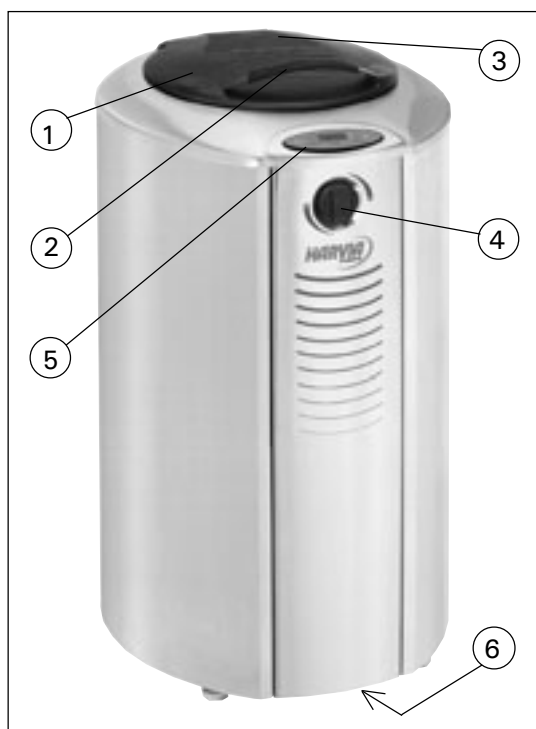
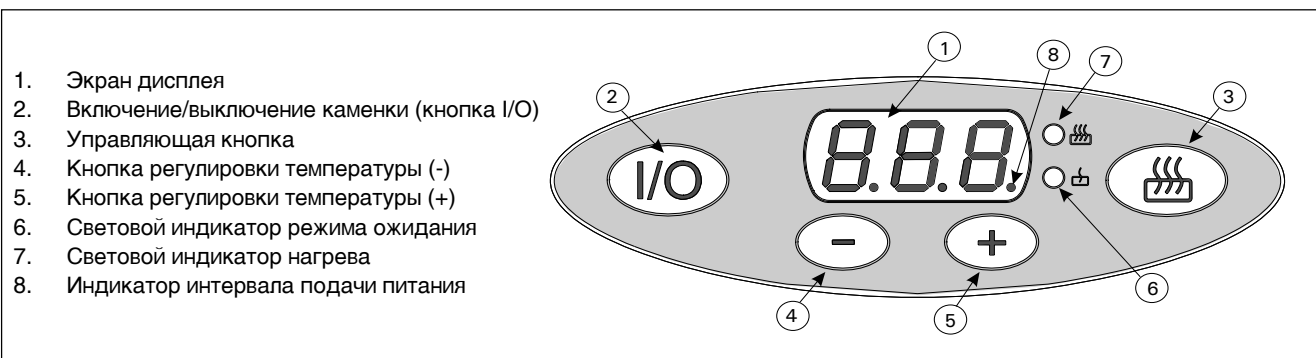

Рис. 1. Детали каменки
Рис. 2. Блоки управления каменкой
Кнопка I/O используется для включения и выключения нагревательных элементов. Чтобы кнопка работала, должен быть включен электрический выключатель (см. рис. 1 и 5). Под кнопкой I/O горит индикатор, указывающий на то, что используется режим ожидания. При включении каменки на дисплее некоторое время показывается заводская настройка «180». Это наименьшая температура, которую можно задать. После этого на дисплее показывается значение от 40 до 60, соответствующее наименьшей температуре в пространстве для камней, которая может отображаться на дисплее. В рабочем диапазоне температур (от 180 до 280) точность показаний дисплея составляет (+/-) 2 °С.
Когда каменка включается на полную мощность (HI) с помощью кнопки управления, температура каменки устанавливается на уровне 300 °С. Это значение температуры нельзя задать с помощью кнопок регулировки температуры 4 и 5 (рис. 2). Если крышка каменки закрыта, когда каменка работает на полную мощность, то заданная температура в пространстве для камней (300 °С) достигается быстрее.
(рис. 1). Большое пространство для камней необходимо прогреть в режиме полной мощности по меньшей мере в течение двух часовых периодов, чтобы гарантировать достаточно высокую температуру в этом пространстве. Когда каменка включается первый раз, и сама каменка, и камни являются источником запаха. Чтобы избавиться от запаха, необходимо хорошо проветрить сауну. Эти действия следует предпринять также при перемещении и добавлении камней в каменку.
Чтобы включить каменку, нажмите кнопку I/O. На дисплее показывается значение от 40 до 60, соответствующее наименьшей температуре в пространстве для камней, которую можно отобразить. Световой индикатор 6 (рис. 2) мигает, указывая на то, что через нагревательные элементы протекает ток, а индикатор 7 (рис. 2) мигает, сообщая о том, что сейчас можно задать температуру. Температуру в пространстве для камней можно задать с помощью кнопки + (5, рис. 2); максимальное значение — 280 градусов по Цельсию. Кнопка «минус» (4, рис. 2) используется для снижения слишком высокой заданной температуры (мин. 180 °C).
можно отслеживать по индикатору интервала подачи питания 8 (рис. 2). См. раздел «Дисплей».
Чтобы включить режим полной мощности, нажмите один раз управляющую кнопку 3 (рис. 2). На дисплее 1 (рис. 2) показывается, что используется состояние HI (= режим полной мощности). Через некоторое время на дисплее появится текущее значение температуры в пространстве для камней. В состоянии HI температура в пространстве для камней растет до заданного значения 300 °С. Режим полной мощности включается только на один час, после чего каменка автоматически переключается в состояние LO: при этом загорается индикатор 6 (рис. 2). После первоначального прогрева необходимо закрыть крышку каменки и заслонку циркуляции воздуха. Если из пространства для камней исходит запах, крышку и заслонку можно оставить открытыми на некоторое время при работе каменки в режиме полной мощности (HI).
Когда крышка каменки 1 (рис. 1) и заслонка циркуляции воздуха 4 (рис. 1) открыты, поток воздуха, проходящий через горячие камни (около 300 градусов по Цельсию) и нагревательные элементы, начинает прогревать помещение. Чтобы компенсировать потери тепловой энергии, полученной камнями в режиме ожидания, за счет охлаждающего эффекта потоков воздуха и воды, выплескиваемой на камни, каменку во время принятия сауны следует перевести в режим полной мощности с помощью кнопки 3 (рис. 2). На дисплее некоторое время будут показываться буквы HI, указывающие на то, что используется режим полной мощности а индикатор 7 горит (рис. 2).
Во время принятия сауны используйте регулятор заслонки циркуляции воздуха 4 (рис. 1) для управления потоком воздуха. Регулятор влияет на положение заслонки, расположенной под пространством для камней. Регулятор следует сначала установить в полностью открытое положение, чтобы температура повышалась быстрее. Если температура растет слишком быстро, то ее можно регулировать, закрывая заслонку циркуляции воздуха. Попробуйте несколько разных положений, пока не найдете